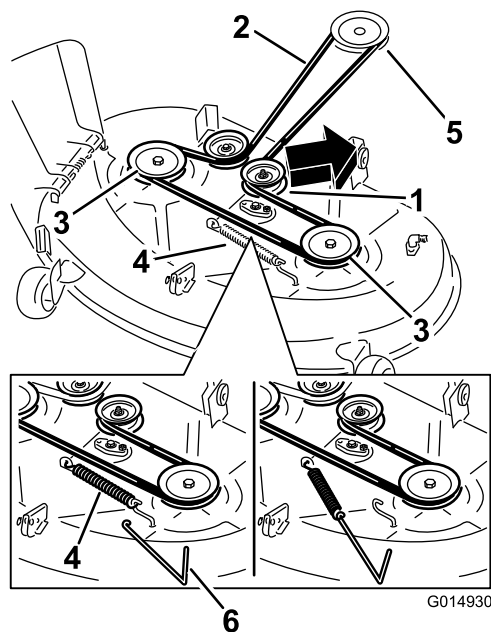
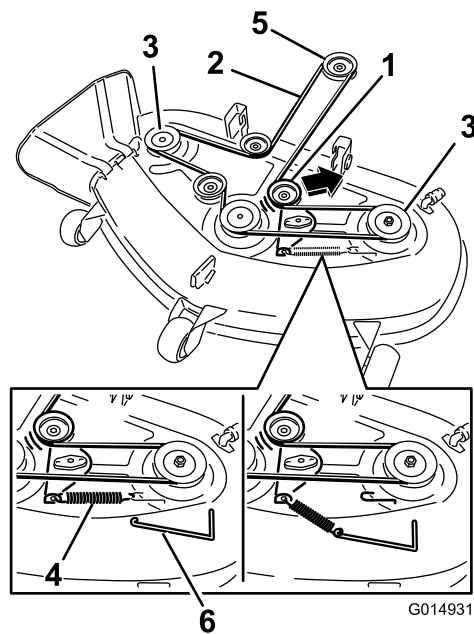

Figura 69
Figura 70
4. Utilize um removedor de molas (peça Toro n.º 92-5771), remova a mola intermédia do gancho da plataforma para retirar tensão da polia intermédia e role a correia para fora das polias (Figura 69 e Figura 70).
5. Coloque a nova correia em redor da polia do motor e nas polias do cortador (Figura 70).
gancho da plataforma para colocar tensão da polia intermédia e na correia do cortador ((Figura 69 e Figura 70)).